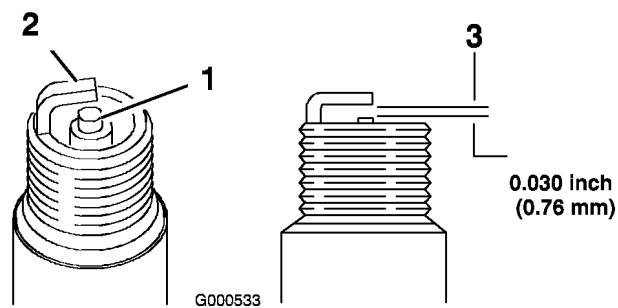

Figure 42
1. Examinez le centre des bougies (Figure 42). Si le bec de l'isolateur est recouvert d'un léger dépôt gris ou brun, le moteur fonctionne correctement. S'il est couvert d'un dépôt noir, c'est généralement signe que le filtre à air est encrassé.
3. Contrôlez l'écartement entre l'électrode centrale et l'électrode latérale (Figure 42). Courbez l'électrode latérale (Figure 42) si l'écartement est incorrect.